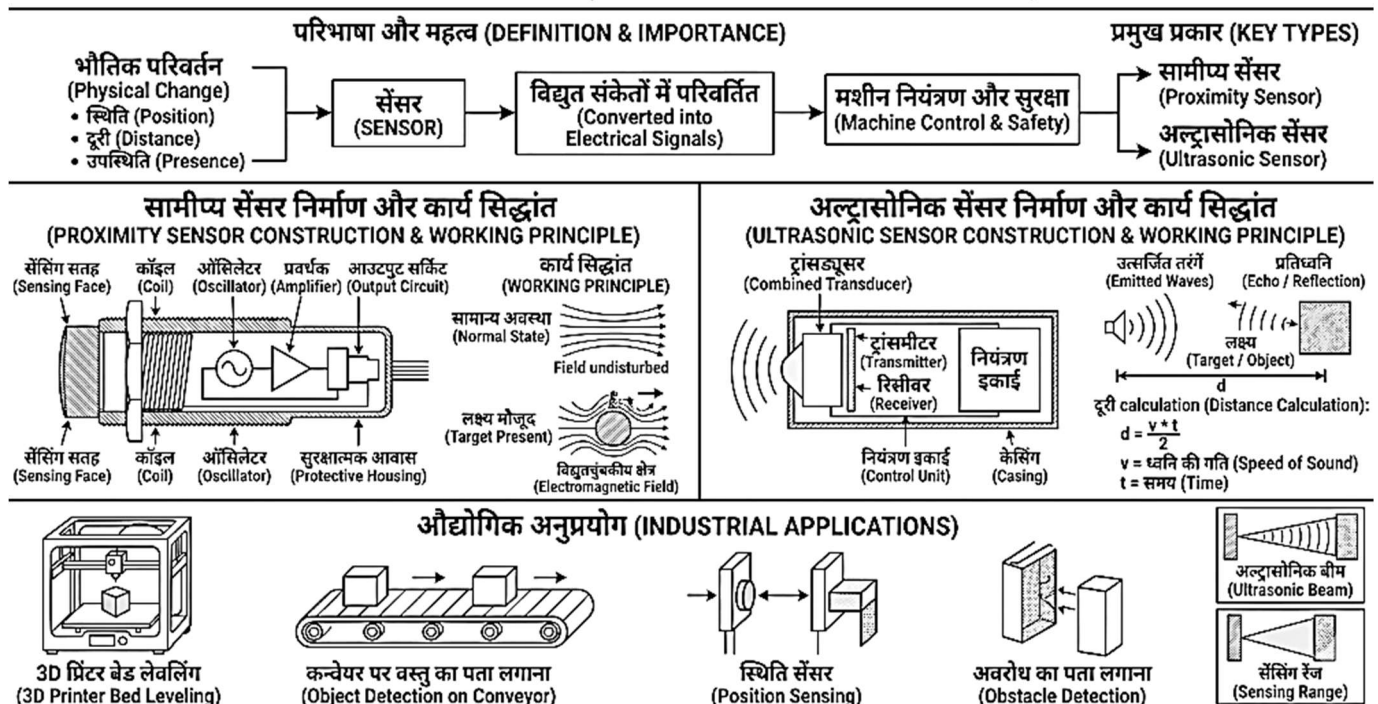

Fig. 16.2: Sensors in Automation and Industrial Applications | स्वचालन में सेंसर और औद्योगिक अनुप्रयोग
16.2.1 Definition and Importance of Sensors in Automation and Machine Systems (Fig. 16.2)
16.2.1 स्वचालन एवं मशीन प्रणालियों में सेंसर की परिभाषा एवं महत्व (Fig. 16.2)